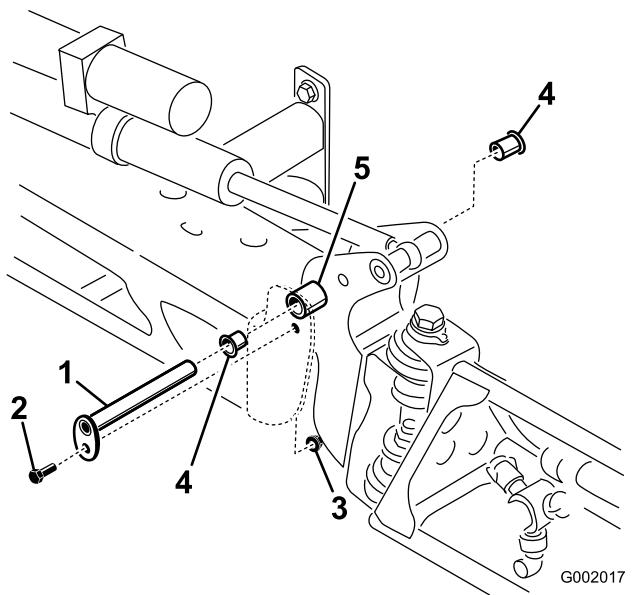

Figura 73
- Retire e inspecione as buchas de nylón dos lados dianteiro e traseiro do suporte de articulação (Figura 73). Substitua todas as buchas danificadas.
- Monte a rampa e o apoio da articulação no chassis alinhando as aberturas (Figura 73).
- Com o peso da rampa suportado, retire o parafuso e a porca que seguram o pino de articulação à rampa (Figura 73). Retire o pino de articulação.